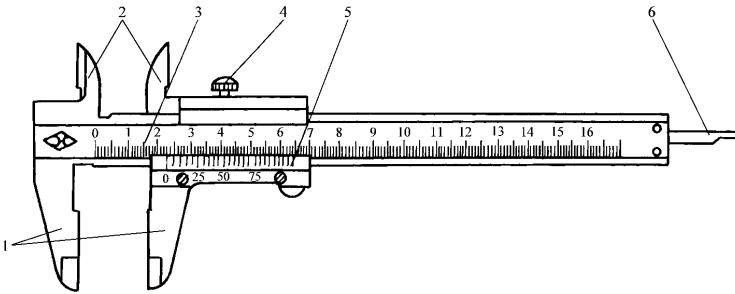

图 1-7 三用游标卡尺
(1) 游标卡尺的结构见图 1-7，图示为三用游标卡尺，它由尺身、游标、内量爪、外量爪、深度尺和紧固螺钉等部分组成。